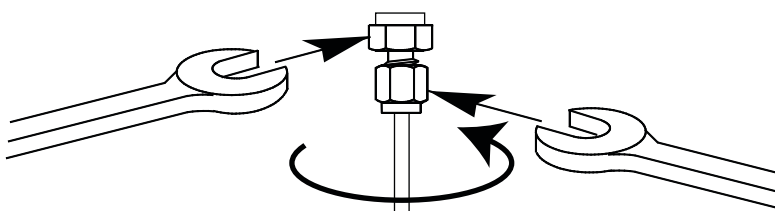

Figura 21 Serraggio finale
- 8 Per i raccordi Swagelok da 1/8", serrare il raccordo a 3/4 di giro utilizzando due chiavi (Figura 21).